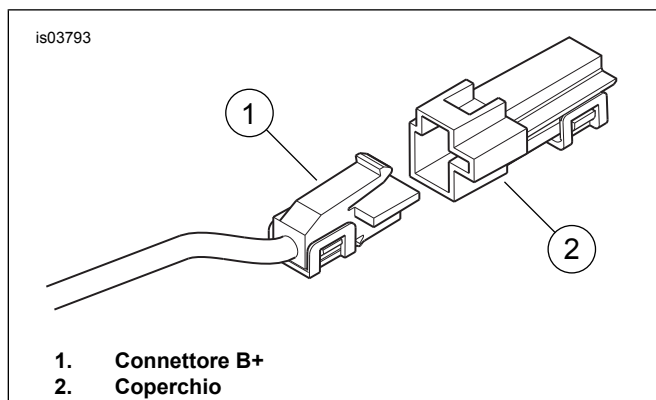

Figura 6. Connettore B+
8. Tagliare i fili rosso e arancione/bianco del cablaggio (5) dell'altoparlante e dell'amplificatore ad una lunghezza adatta a raggiungere facilmente i connettori a giunto di testa a tenuta sul relè. Giuntare e sigillare i fili rosso e arancione/bianco sul connettore a giunto di testa a tenuta (6) sul filo rosso del terminale 3 del relè.
9. Selezionare il connettore a giunto di testa a tenuta (7) sull'estremità libera del filo **rosso** proveniente dal terminale 5 del relè. Giuntare il filo rosso su un'estremità del portafusibili in linea (8) sul filo rosso del terminale 5 del relè.
10. Giuntare l'altra estremità del portafusibili in linea sul filo (9) dell'adattatore a 12 V con il connettore a giunto di testa a tenuta (10) dal corredo dei componenti dell'impianto elettrico.
11. Vedere Figura 6. Individuare il connettore (positivo della batteria) B+ (1) sul cablaggio principale sotto la sella (un filo rosso con un connettore grigio non utilizzato). Togliere il coperchio (2) dal connettore B+.